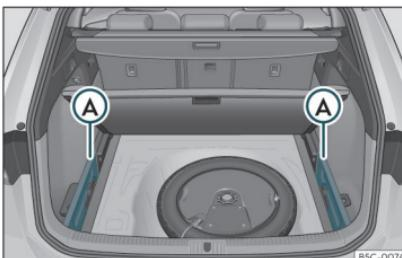

Fig. 120 En el maletero: alojamiento para guardar la bandeja enrollable.
- Extraiga las tapas izquierda y derecha **»» fig. 120 A.**